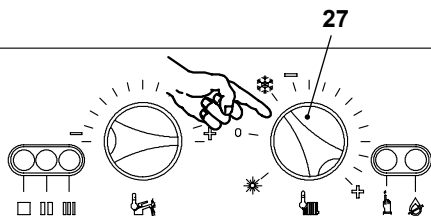

Figura 9.17
- Spegner la caldaia portando il selettore 27 come indicato in Figura 9.17.